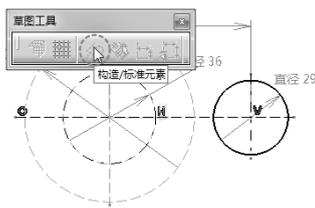

图 5-131
- 选取左侧的两个同心圆，并将其转换为构造线，如图 5-131 所示。